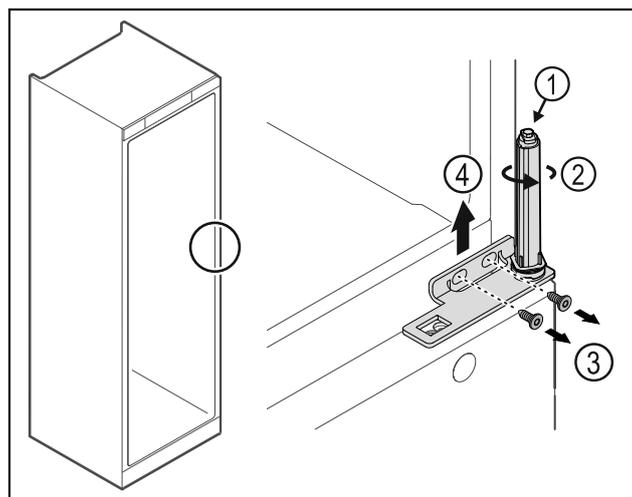

Fig. 33
- ▶ 请勿拆解关门系统 Fig. 33 (1)。
- ▶ 转动关门系统 Fig. 33 (2)，直至听到咔嚓声。
- ▶ 松开螺栓 Fig. 33 (3)，朝上取下合页角铁 Fig. 33 (4)。